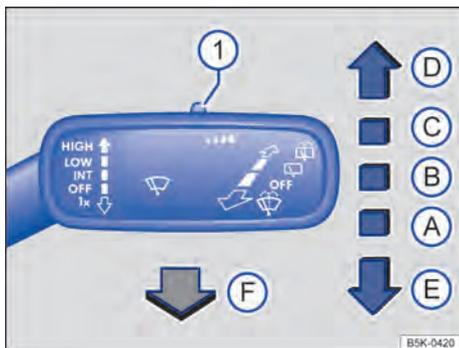

Fig. 83 À direita da coluna de direção: comandar os limpadores do para-brisa.
- Pressionar a alavanca dos limpadores do para-brisa brevemente para baixo ⇒ Fig. 83 **ⓔ**. ▶